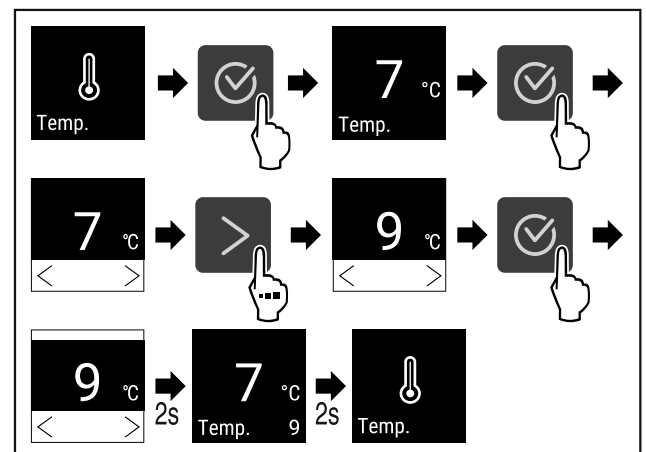

Fig. 67 Promjena temperature sa 7°C na 9°C
- ▶ Obavite korake postupka (pogledajte Fig. 67).